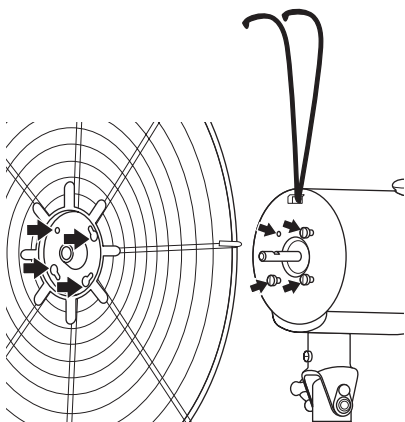

FIGURA 7
17. Alinee las tres ranuras de bocallave en la rejilla posterior con los tres tornillos restantes en la parte delantera del motor y coloque la rejilla nuevamente en la parte delantera del motor, asegurando que las arandelas estén entre la cabeza del tornillo y la rejilla posterior. Vea la Figura 7.